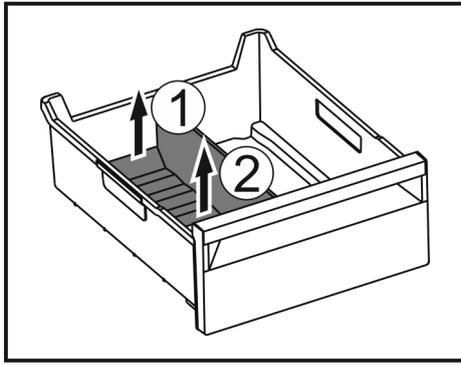

Fig. 138
- ▶ 提升冰格分隔器后部。 Fig. 138 (1)
- ▶ 向上取出冰格分隔器。 Fig. 138 (2)